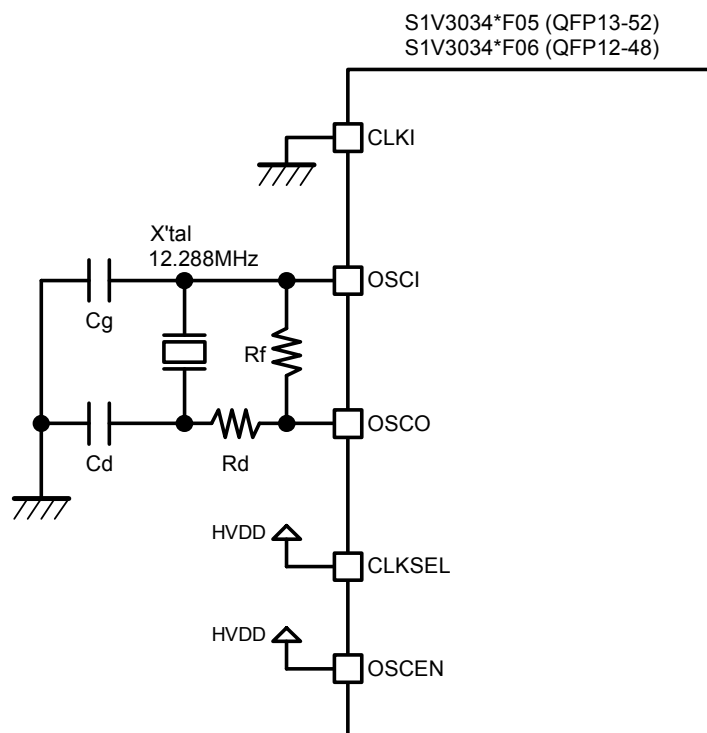

図 8.3 システムクロック外部接続例（12.288MHz 振動子）
12.288MHz の振動子をクロック源とする場合の外部接続例を図 8.3 に示します。
OSCI, OSCO 端子に、図 8.3 の通り 12.288MHz の振動子と発振回路を接続します。